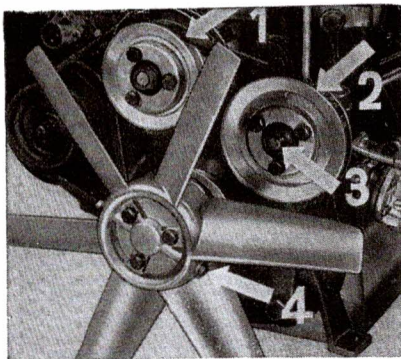

Fig. 9a Commande du ventilateur
- b) **Pour températures ambiantes basses**: Intervertir les poulies à courroie, de sorte que la petite poulie (118  $\phi$ ) soit sur l'arbre de la pompe à eau et la grande poulie (134  $\phi$ ) sur l'arbre intermédiaire (voir figure 9a).